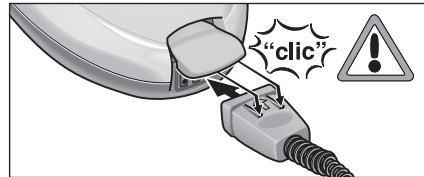

Abb.1: Einstecken des Blocksteckers
- Stecken Sie den Blockstecker (C7) fest in die Gerätesteckdose (A1). Dabei müssen die beiden Nasen des Blocksteckers am Deckel der Gerätesteckdose einrasten (siehe Abb.1).